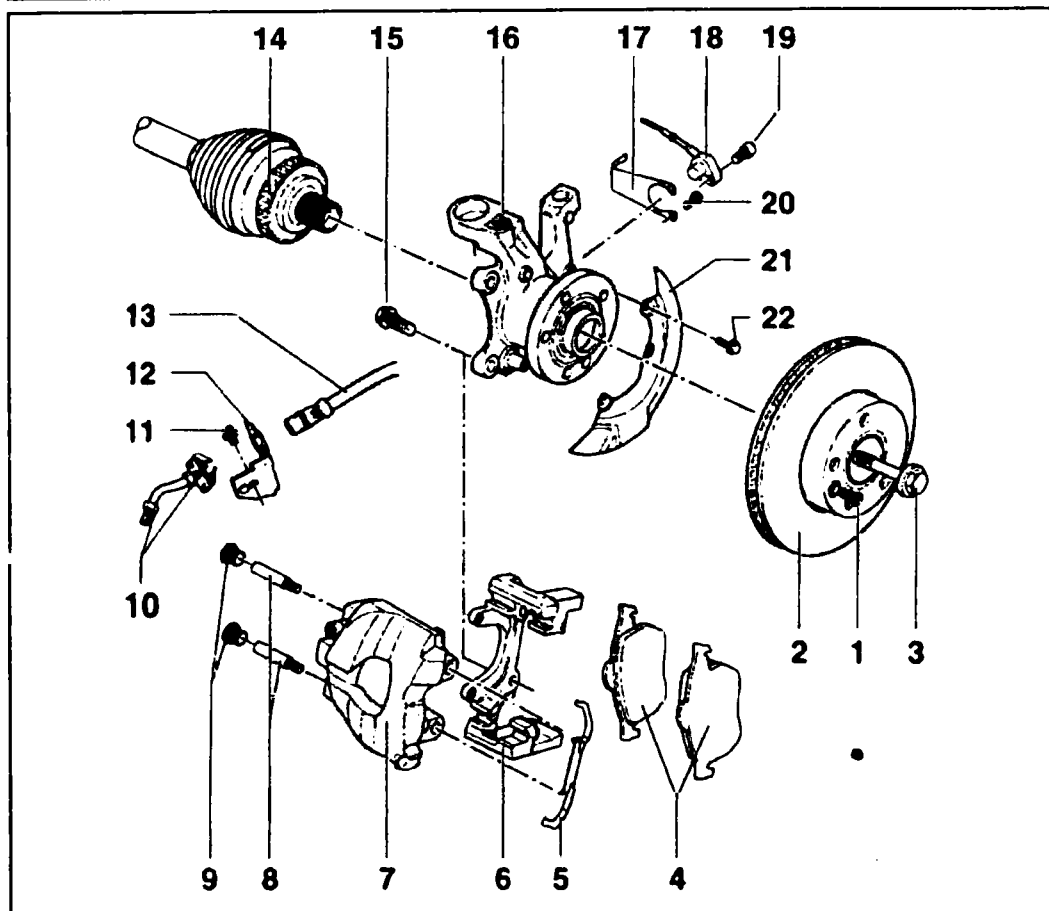

Рис. 9.9 Тормозной механизм с плавающей скобой фирмы ATE/Teves
- ◆ Снимите отверткой резиновые колпачки (см. рис. 9.9).
- ◆ Удалите пружину (5), удерживающую тормозные колодки.